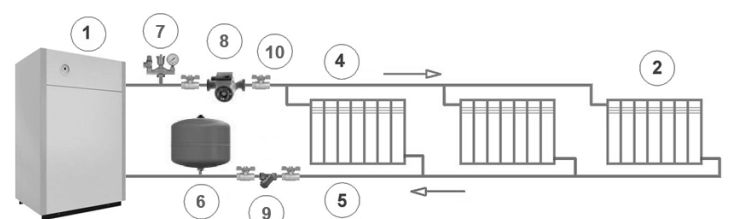

Рис. 8. Закрытая система отопления
5.9 При использовании закрытой системы отопления (см. рис. 8) необходимо предусмотреть установку предохранительного сбросного клапана на давление не более 3 кг/см² и манометр для контроля давления теплоносителя.